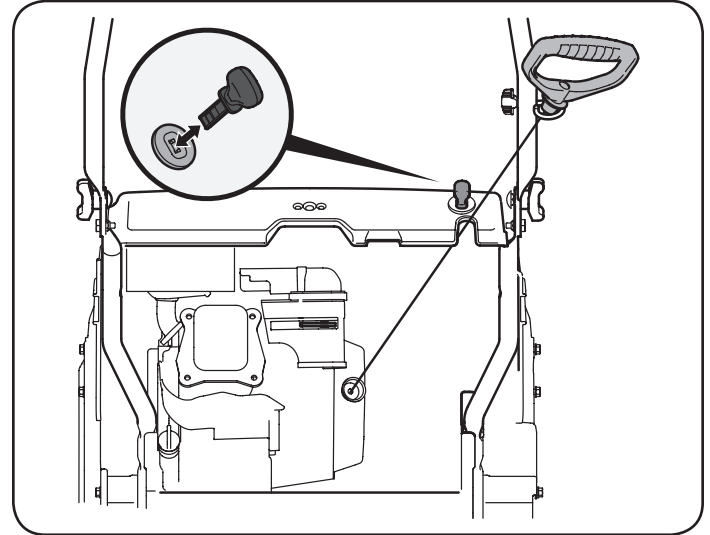
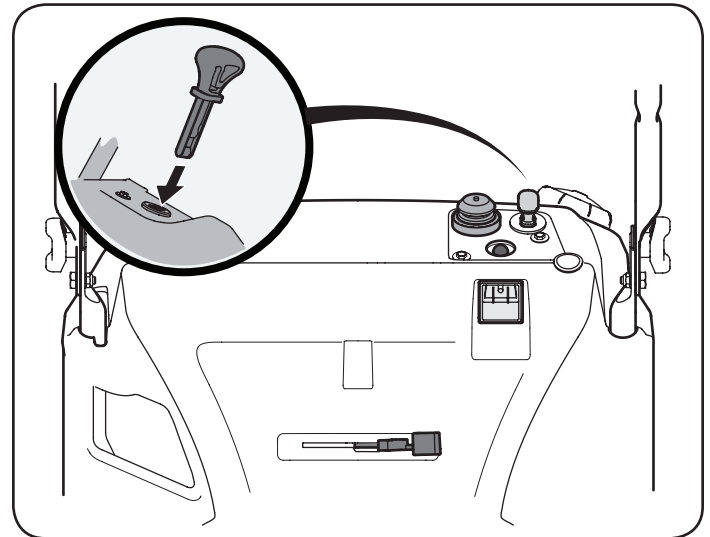

Figura 11
Figura 12
2. Inserte la llave de encendido en la ranura. Asegúrese de que entre a presión en su lugar. No intente girar la llave. Vea la Figura 11 para el modelo CMXGBAM1054538, CMXGBAM1054539 y Vea la Figura 12 para el modelo CMXGBAM1054538, CMXGBAM1054539.
2. Inserte la llave de encendido en la ranura. Asegúrese de que entre a presión en su lugar. No intente girar la llave. Vea la Figura 12 para el modelo CMXGBAM1054540, CMGSB21179.